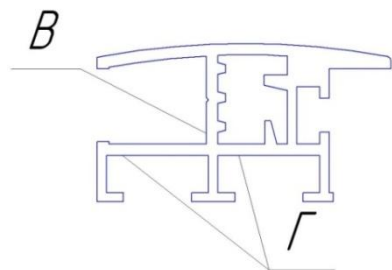
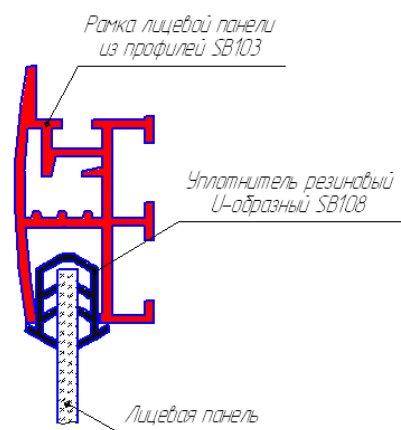
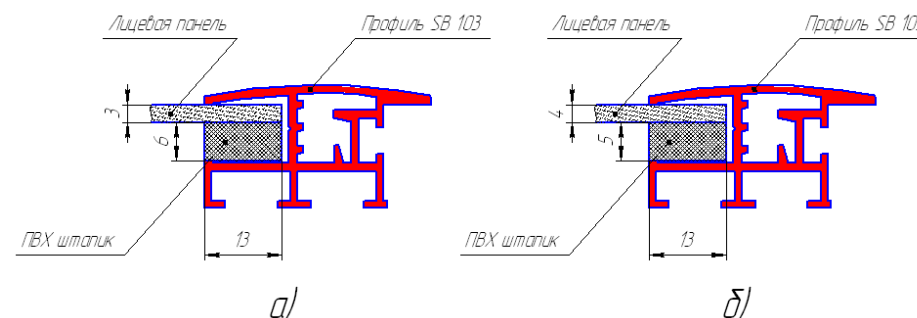

Рис.4. Профиль SB103
Рис.5. Рамка лицевой панели.
Рис.7. Замена уплотнителя резинового U-образного SB108 на ПВХ штапик.
3.1) Вставить в паз “В” (рис.4) лицевую панель, с установленными на ней уплотнителем резиновым U-образным SB108 (рис.5)
Собрать рамку лицевой панели при помощи уголка рамки с винтом SB107.2 и уголка рамки прокладочного SB107.1 (уголок SB107.1 и уголок SB107.2 устанавливаются в пазы “Г” (рис.4), по 2 шт. на соединение угла рамки лицевой панели).
3.3) В световых коробах, которые устанавливаются внутри помещения, уплотнитель резиновый U-образный SB108 допустимо не устанавливать. Для фиксации лицевой панели в пазе “В” (рис.4), заменить уплотнитель резиновый U-образный SB108 на штапик, изготовленный из ПВХ 5÷6 мм (рис.7.а, рис.7.б).